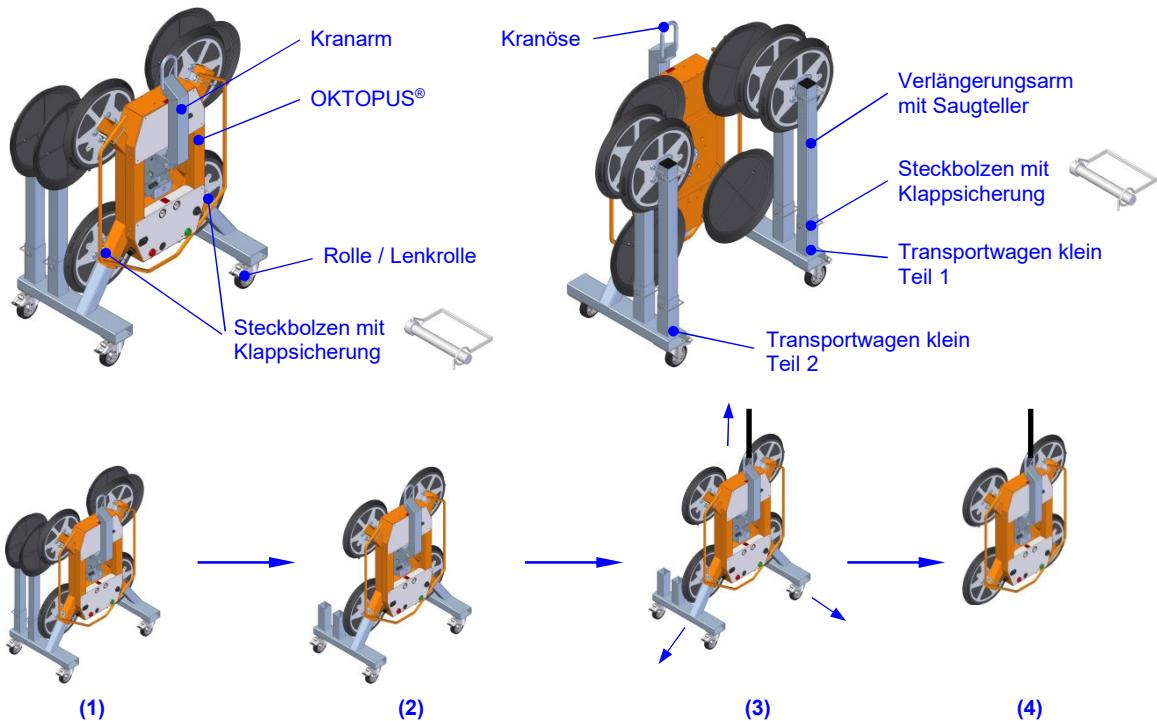

Abb. 7: Transportwagen klein
Die in der Abbildung 7 und 8 gezeigten Transportwagen sind optional erhältlich. Sie ermöglichen:
- ⇒ Stellen Sie sicher, dass der Transportwagen klein auf einem ebenen, festen Untergrund steht und die beiden Lenkrollen angebremst sind (1).
- ⇒ Entfernen Sie die vier Verlängerungsarme vom Transportwagen klein (2).
- ⇒ Positionieren Sie den Kranarm, wie in Abbildung 7 gezeigt. Achten Sie darauf, dass sowohl die Dreh- als auch die Kippbewegung des Kranarms verriegelt ist!
- ⇒ Koppeln Sie den OKTOPUS® an den Kran und heben Sie ihn inklusive Transportwagen klein Teil 1 und 2 etwas an (3).
- ⇒ Demontieren Sie nacheinander Transportwagen klein Teil 1 und Teil 2 (4). Wir empfehlen diese Arbeit zu zweit durchzuführen.
- ⇒ Orientieren Sie den am Kran hängenden OKTOPUS® so, wie in Abbildung 7 (4) gezeigt.
- ⇒ Montieren Sie Transportwagen klein Teil 1 und Teil 2 an den OKTOPUS® (3).
- ⇒ Setzen Sie den Transportwagen klein auf einem ebenen, festen Untergrund ab und arretieren Sie die Bremsen der beiden Lenkrollen (2).
- ⇒ Platzieren Sie die Verlängerungsarme, wie in Abbildung 7 gezeigt im Transportwagen klein und fixieren Sie sie durch die im Lieferumfang enthaltenen Steckbolzen mit Klappssicherung (1).